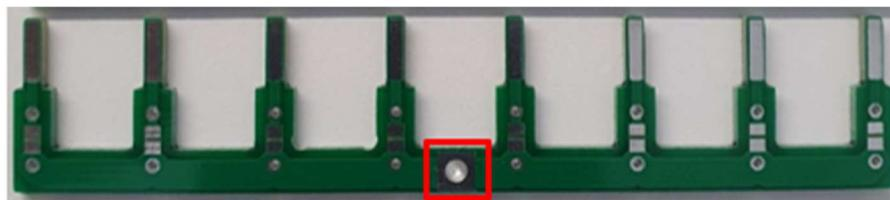

Figura 23 - Alimentação da Placa
2. De seguida, no orifício central, solde um fio que irá alimentar a placa com a fase proveniente do seu quadro elétrico (Figura 23). Note que ao soldar o fio não o deve ter ligado a nada e que o mesmo deve de ter uma secção mínima de $2.5mm^2$, ou $1.5mm^2$ caso todas as cargas sejam de iluminação.